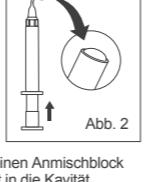

Fig.2
2. De supprimer l'air présent dans l'embout en poussant doucement le piston de la seringue pointe vers le haut, jusqu'à ce que le matériau atteigne l'ouverture (Fig. 2).